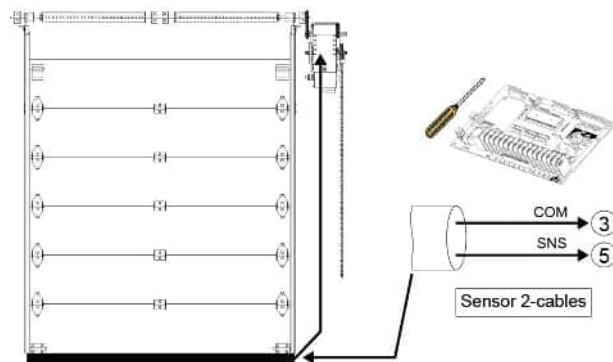

Figura 23 - Borde de detección eléctrico
3. Utilizar un cable en espiral o carrete de recogida para conectar los cables del sensor de inversión a los terminales del operador. Instalar los cables eléctricos de acuerdo a la Figura 23.